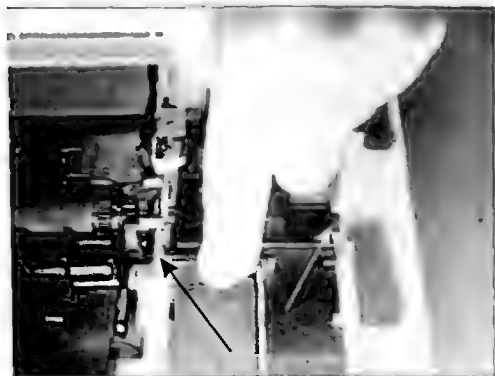

Рис. 2.21
15. Снимают площадку узла очистки картриджей. Она двигается по пазам в основании принтера, в середине основания их нет, этим и можно воспользоваться (рис. 2.21). Слегка сгибают сначала левый край площадки и заводят его чуть выше паза, потом — правый. При этом, вначале приподнимают площадку движением на себя, а затем снимают. Под снятой площадкой видно два приклеенных отдельных куска пористого материала — «памперса», необходимых для впитывания чернил при очистке дюз. При необходи-